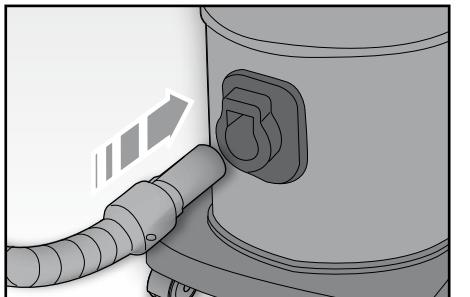

Fig. 3
- Inserire l'estremità del tubo flessibile (Q) nell'apposito attacco (A) sul corpo dell'apparecchio e bloccarla premendola fino a sentire uno scatto (FIG. 3). Per rimuovere il tubo, è necessario premere il pulsante posto sulla propria estremità ed estrarlo.